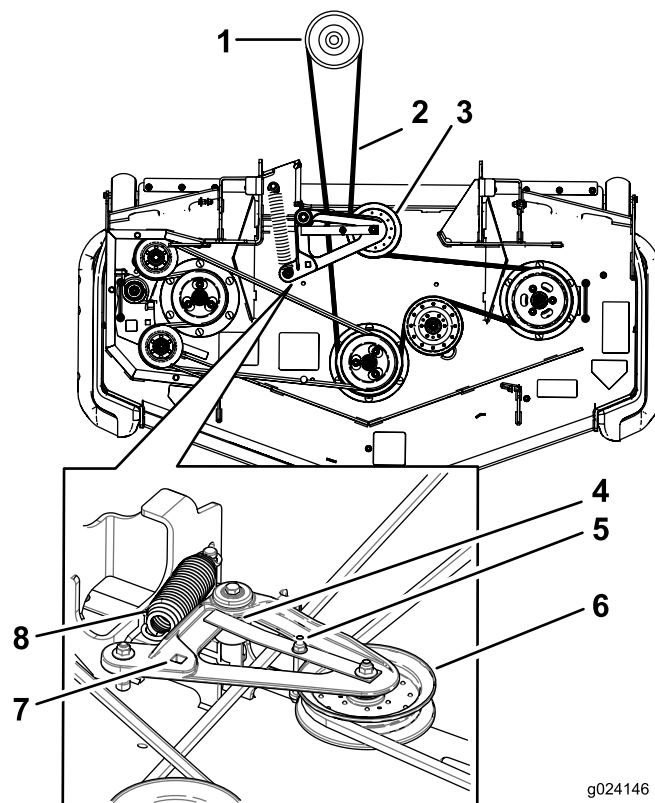

Figura 74
10. Utilizando la llave de carraca en el taladro cuadrado, instale la correa nueva alrededor de las poleas del cortacésped y las poleas tensoras (Figura 74).
8. Utilice una llave de carraca en el taladro cuadrado del brazo tensor para aliviar la tensión del muelle tensor (Figura 74).
10. Tire hacia arriba de la pestaña de la guía de la correa y retire la correa existente (Figura 74).
11. Pase la correa nueva alrededor de las poleas del cortacésped y de la polea del embrague, debajo del motor (Figura 74).
12. Asegúrese de que la pestaña de la guía de la correa entra en contacto con el buje pivotante (Figura 74).
13. Utilizando la llave de carraca en el taladro cuadrado, instale el muelle tensor (Figura 74).